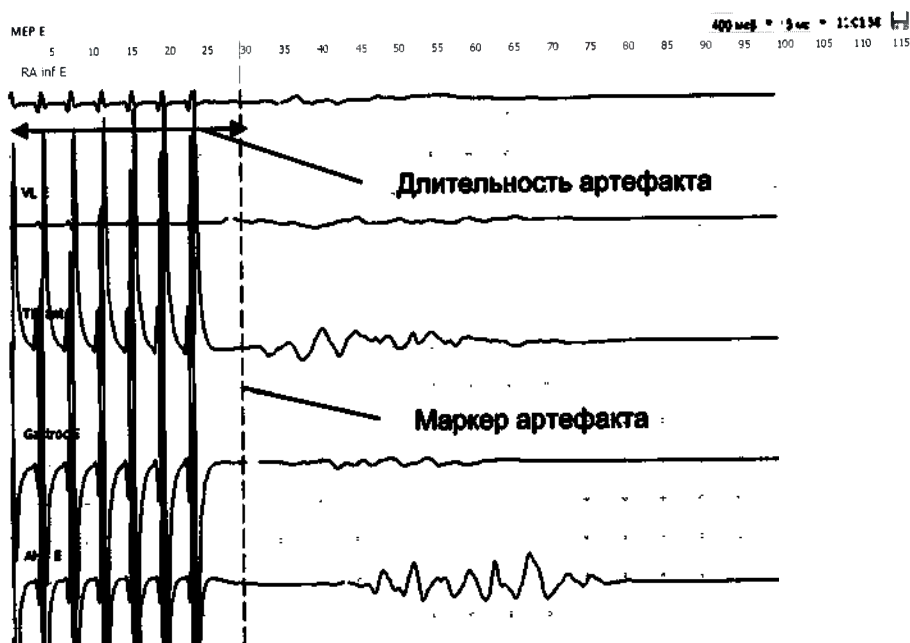

Рис. 65
- «Показать маркер» — при установленном флажке на экране появится вертикальная линия, обозначающая предполагаемую длительность артефакта (рис. 65). Ее можно вручную передвинуть с помощью мыши.